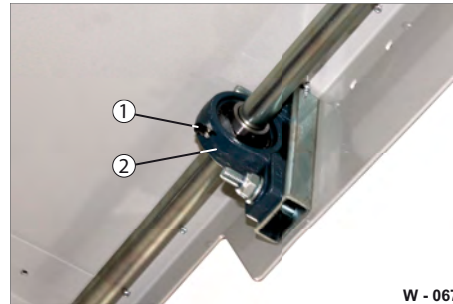

Abb. 25 Schmierstellen
- ▶ Fetten Sie den Lagerbock am Schmiernippel (Abb. 25/1), bis zum Fettaustritt, ab.